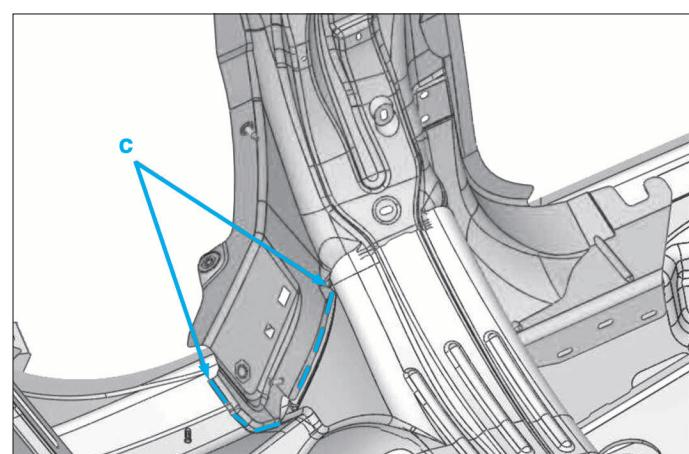

FIG. 83
- Découper les 6 cordons de soudure suivant la ligne (c) (Fig.83).
- Effectuer les 6 cordons de soudure (c) de 30 mm (cupro brasage) (**Fig.83**).